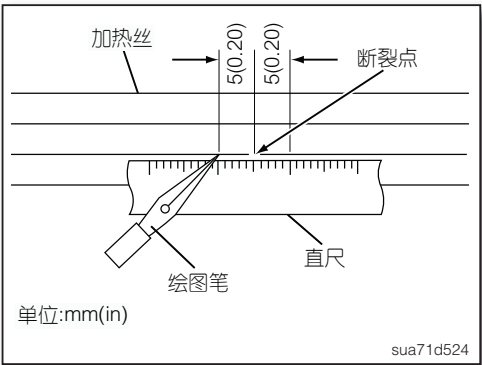

图12
3. 将直尺沿着断开的加热丝放置在玻璃上。使用绘图笔将导电镀银合成物涂抹在断开的加热丝上。请从断开的加热丝两侧各5mm(0.2in)的位置，重叠涂抹上导电镀银合成物(如图12)。